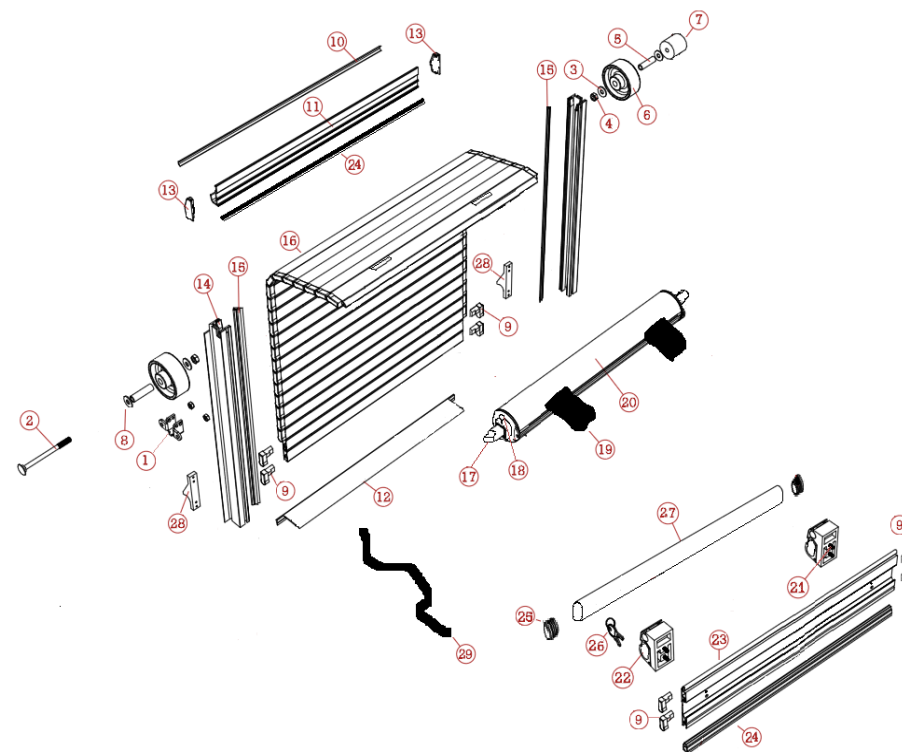

Рис.1
Согласно **монтажной схеме** и **Рис.1**. Установка порога (12) на конструкции машины (порог устанавливается или заклепками или силиконом). Далее крепиться на стенки отсека крепление барабана (1), ось ролика и ролик (2) и (6). Разворачивается полотно двери и в пазы крепления барабана (1), через ролики (6), заводится и устанавливается ось барабана (17), прорезями для ремня вниз. Расправив полотно двери по его бокам устанавливаются направляющие (14), упором (28) вниз. Далее надежно удерживая полотно двери (16) и направляющие, из барабана (20) удаляется предохранительный шплинт (18), и вся конструкция устанавливается в проем отсека. Придерживая направляющие, отпускается полотно двери и дверь переходит в открытое состояние. При помощи клепок из монтажного комплекта направляющие (14) фиксируются в проеме. Из карниза (11) удаляется декоративная планка (10) и над дверью на саморезы из монтажного комплекта устанавливается карниз, вставляется на место планка (10) и с торцов карниза устанавливаются заглушки (13). Оба конца ремня (29) устанавливаются под болт (21) крепления ручки (22).